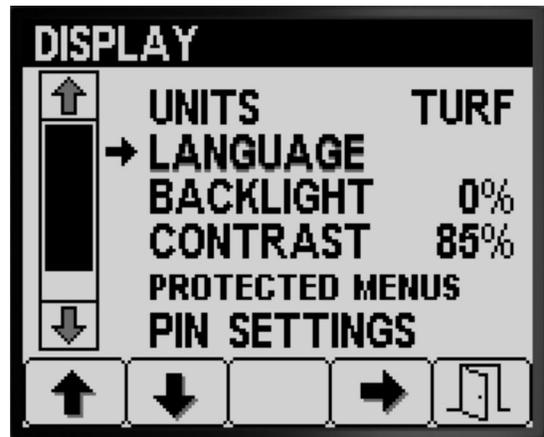

图 18
1. 按 1 号或 2 号按钮可导航至 LANGUAGE 语言选项图 18。
2. 按 4 号按钮可选择 LANGUAGE 语言 条目图 18。